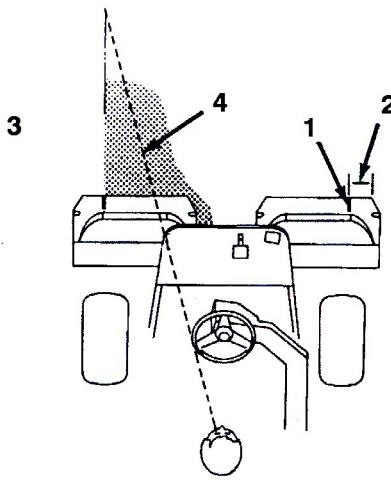

図39
3. 行きと帰りでのオーバーラップができるだけ小さくなるように運転します。隣の列との距離を一定に保って直進するには、本機の前方約6~10 ft. (1.8~3 m)を視野に捕らえておくのがポイントです(図39)。ハンドルを目印にして距離を合わせても良いでしょう。その場合、ハンドルの縁と本機前方の目標ラインとを重ねて見ながら運転します。